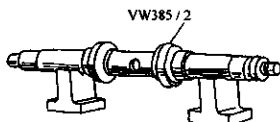

图 3-124 安装专用
7) 装上专用工具 VW385/2, 如图 3-124 所示。